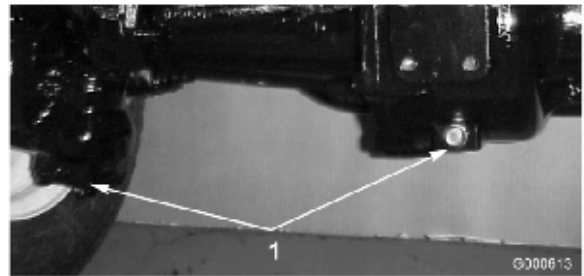

図 45
2. ドレン・プラグ (図 45; 左右端に1個と中央に1個、全部で3個ある) の周りをきれいに拭く。